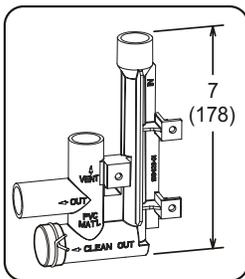

FIGURE 56
Voir les « FIGURE 48 » et « FIGURE 50 » pour les emplacements du purgeur de condensat. La « FIGURE 56 » illustre le piège avec tuyau en PVC de 1/2 po ou de 3/4 po.
- 3 - Installer le bouchon sur l'ouverture de nettoyage à la base du purgeur. Fixer avec le collier. Voir « FIGURE 56 ».
- 4 - Installer le purgeur avec des raccords en PVC appropriés et coller tous les joints. Coller le purgeur fourni comme illustré à la « FIGURE 56 ». Acheminer le conduit de condensat jusqu'à un drain ouvert. La conduite de condensat doit maintenir une pente descendante de 1/4" entre l'appareil et le drain.